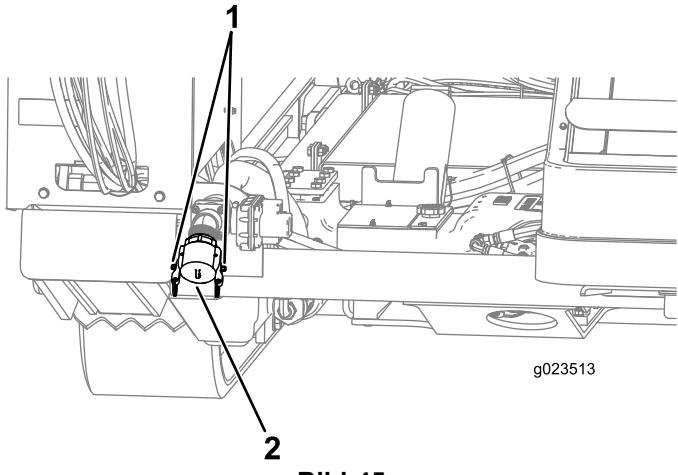

Bild 45
1. Heben Sie die Nockensperrhebel am Pumpenzulaufdeckel an und nehmen den Deckel ab (Bild 45).